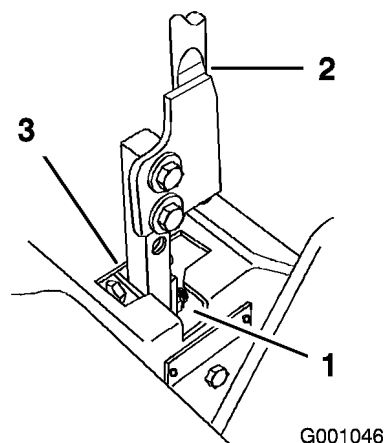

Figura 58
5. Mueva la palanca a la posición de punto muerto, pero no bloqueada (Figura 58).
6. Tire hacia atrás de la palanca hasta que el pasador (en el brazo debajo del eje pivotante) entre en contacto con el extremo de la ranura (empezando justo a tensar el muelle) (Figura 58).
7. Compruebe la posición de la palanca de control con relación a la muesca de la consola (Figura 58). Debe estar centrada para que la palanca pueda girar hacia fuera a la posición de bloqueo/punto muerto.